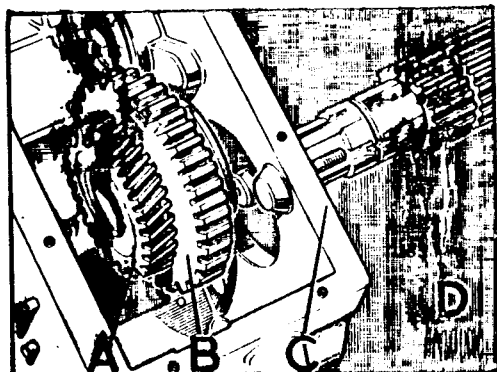

Fig. C-41 Montaje del eje de salida y piñones
- 4.1. Montar el rodamiento cónico de rodillos sobre la parte trasera del eje y situar los piñones, A (Fig. C-41), de "Alta" y B, de "Baja" en el eje de salida, D, por la parte interior de la caja reductora.